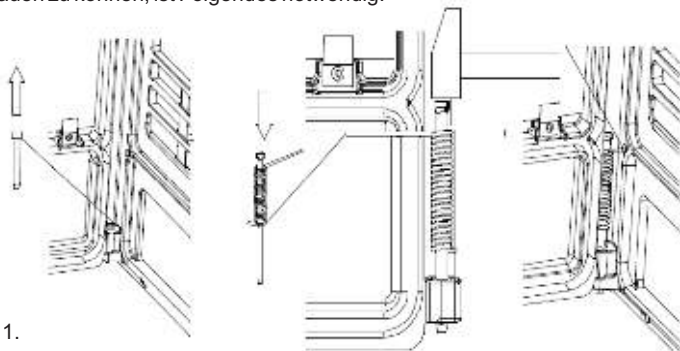

Abbildung 1.
- Türen öffnen, auf dem unteren Scharnier befindlichen Bolzen herausnehmen, die Türen abnehmen und auf diese die Achse mit der Feder auf die Weise darauf setzen, dass die Feder vorgespannt wird (siehe Abb. 1). Die Tür auf den oberen Bolzen einziehen, das längere Ende der Feder in das, auf der Frontplatte befindliche Loch einführen und die Achse in das, an der Frontplatte 103 befindliche untere Ohr montieren.